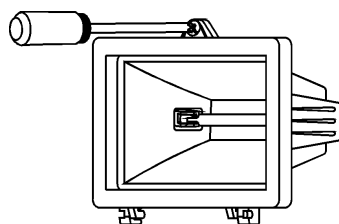

Fig. 6
- (7) Efter halogenrøret er sat i er det vigtigt at se om gummipakningen ved frontglasset stadig sidder korrekt. Dette sikrer at lampen er tæt og at pakningen ikke smelter pga. overophedning. (se Fig. 6)